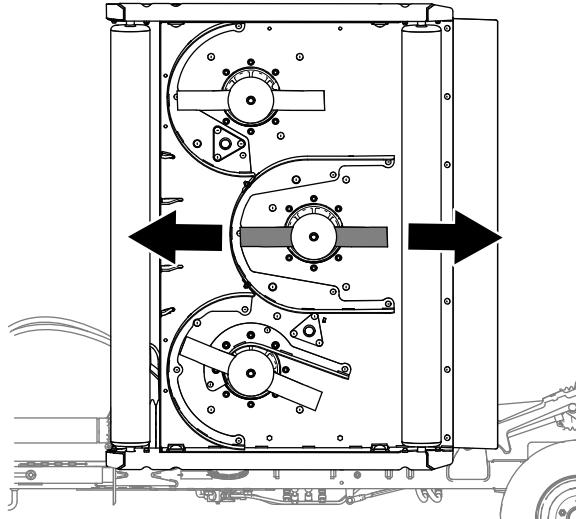

Figura 78
1. Por cada carcasa del cortacésped cuya inclinación esté ajustando, alinee la cuchilla del cortacésped central tal y como se muestra en la Figura 78.